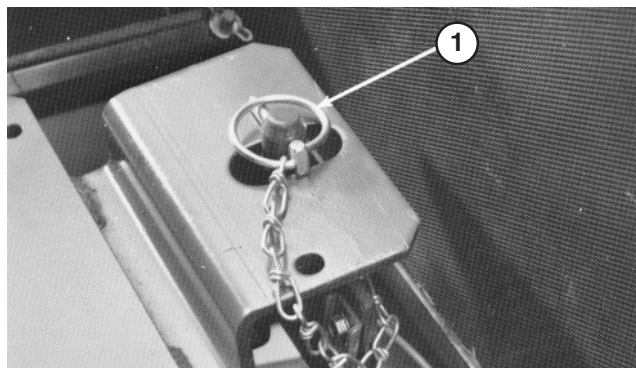

Bild 11
6. Nehmen Sie die Sitzstützstange heraus und drehen Sie diese nach unten. Drehen Sie den Sitz nach unten und drücken Sie den Klapstecker durch den Bolzen am Sitzriegel. Legen Sie das Drahtende des Stifts über den Riegelbolzen (Bild 11).
- Nehmen Sie die Sitzstützstange heraus und drehen Sie diese nach unten. Drehen Sie den Sitz nach unten und drücken Sie den Klapstecker durch den Bolzen am Sitzriegel. Legen Sie das Drahtende des Stifts über den Riegelbolzen (Bild 11).